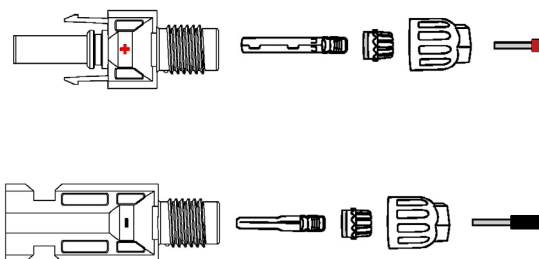

Fig. 18. Désassemblage du connecteur.
c. Désassembler le connecteur du sachet d'accessoires comme illustré sur la Fig. 18.